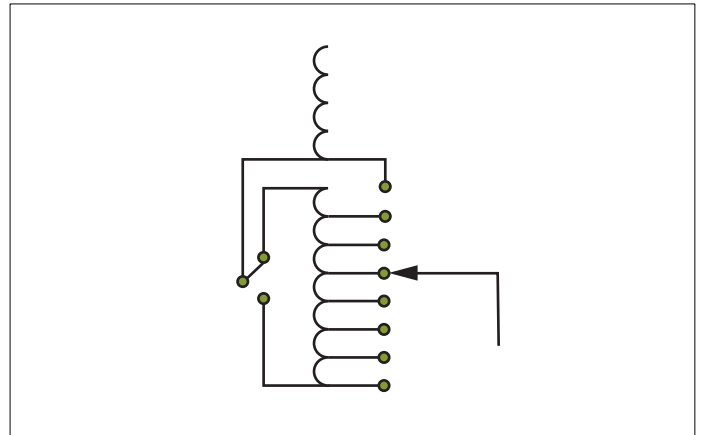

Рис. 22. Переключение плюс/минус
- Переключение плюс/минус, см. рис. 22.
Устройство переключения ответвлений также может иметь предызбиратель для переключения плюс/минус или переключения обмотки грубого/тонкого регулирования; см. рис. 22 и 23.